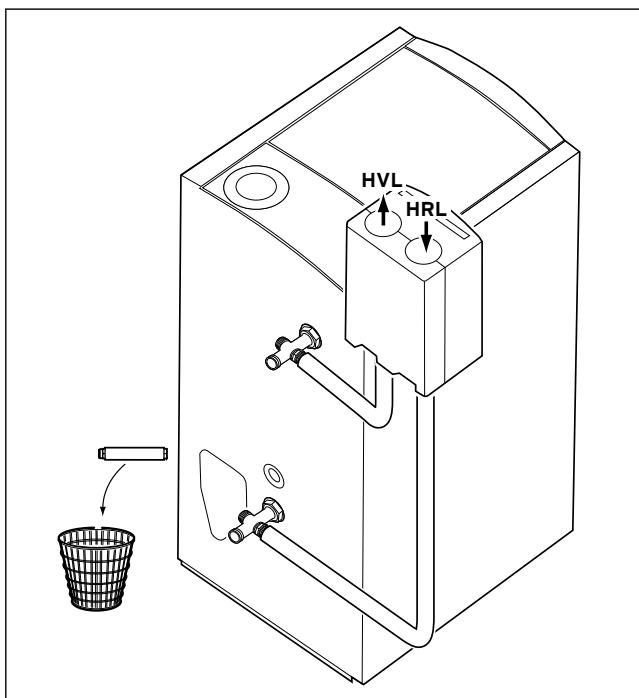

Abb. 2: Montage einer Rohrgruppe auf der linken Seite des Gerätes (Pos. 3 nicht erforderlich)
Doppelnippel mit Hanf im Anschlussstutzen des Kessels für Heizungsvorlauf (HVL) und Heizungsrücklauf (HRL (NT)) eindichten (s. Abb. 2).